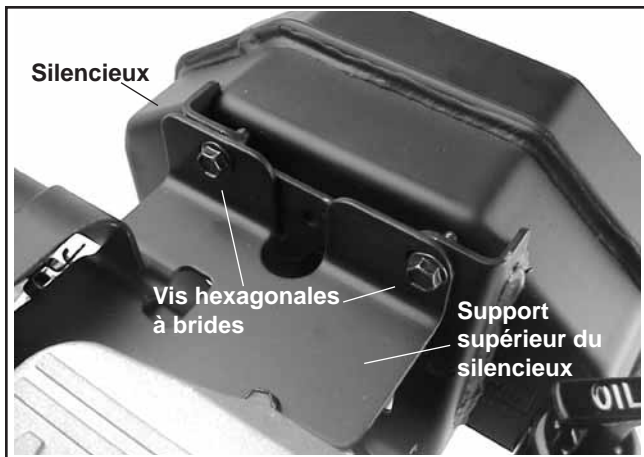

Figure 9-2. Retirer le silencieux.
1. Retirer les quatre vis hexagonales à bride en fixant le silencieux aux supports de fixation supérieurs et inférieurs. Voir les figures 9-2 et 9-3.